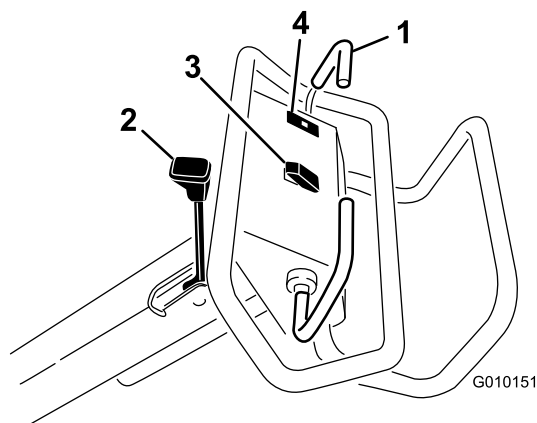

Figura 11
Para desplazarse hacia adelante, mueva la barra de tracción hacia adelante. Para desplazarse hacia atrás, mueva la barra de tracción hacia atrás (Figura 11).
- Para poner el freno de estacionamiento, mueva la palanca del freno de estacionamiento hacia el manillar del operador (Figura 11).
El indicador de advertencia de la presión del aceite (Figura 11) se enciende cuando la presión de aceite del motor cae por debajo de un nivel seguro. Si se produce una baja presión del aceite, apague el motor e investigue la causa. Repare la avería antes de arrancar el motor de nuevo.
Elevar – pulse la parte superior del interruptor (Figura 11) para elevar y desengranar el cabezal de perforación. El motor debe estar en marcha para generar presión de elevación. Si el cabezal de perforación está más bajo que la altura de transporte, consulte Reinicio del circuito de control del sistema (página 25).
Bajar/Engranar – pulse la parte inferior del interruptor (Figura 11) para bajar y engranar el cabezal de perforación. La barra de tracción debe estar en la posición de marcha hacia adelante para activar el interruptor.